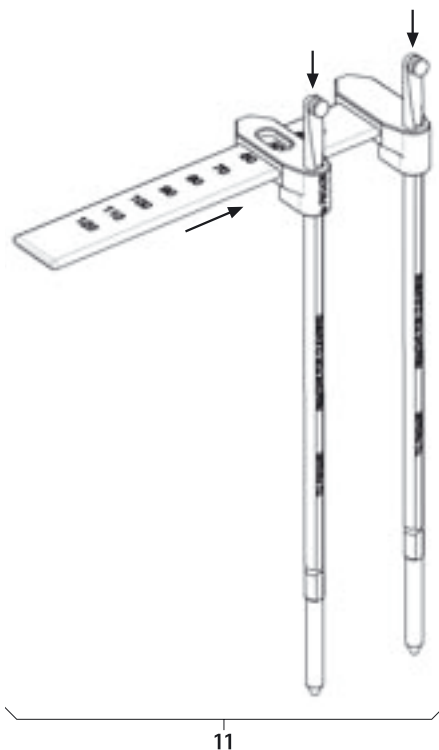

Fig. 15
- Montare il misuratore lunghezza barre **11**, vedere Fig. 15.